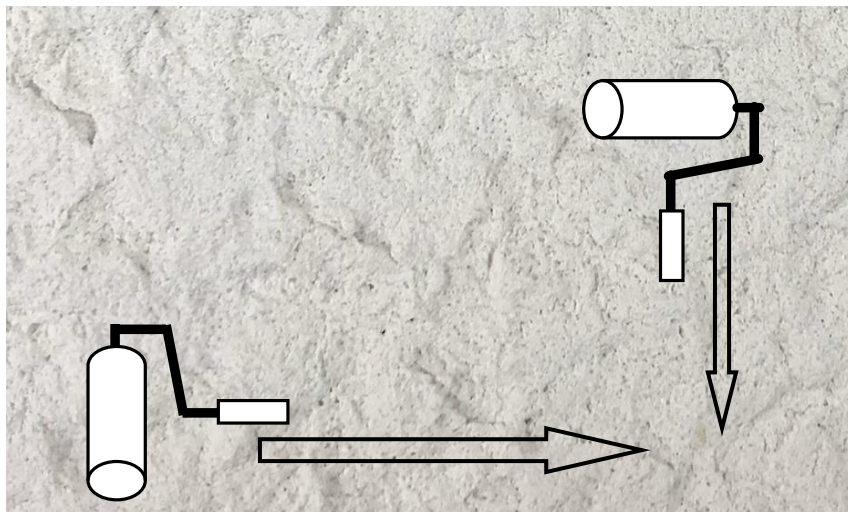

図3
- ・配り塗りしたジョリパットが乾燥しないうちに、JR-198を横方向に転がしパターン付けを行う(図3)。
- ・ ローラーは、縦横方向に転がす。(図3)